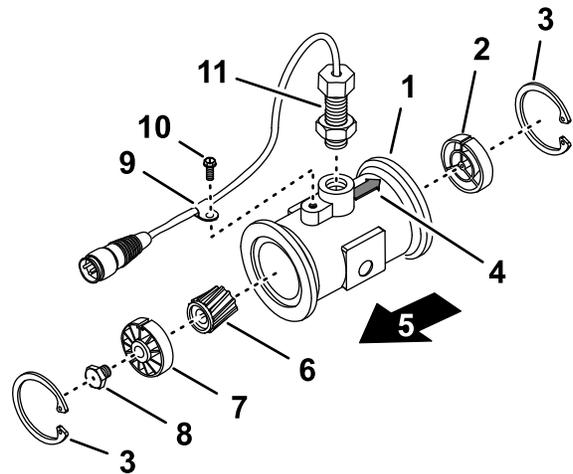

Bild 111
- Entfernen Sie den Haltering an der vorgeschalteten Seite (Bild 111).